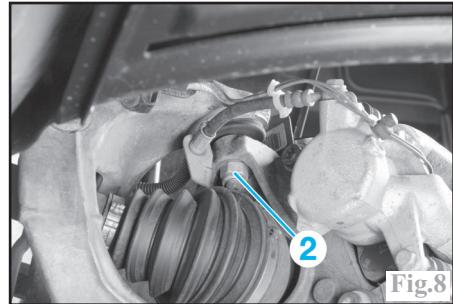

Fig.8
Déposer l'écrou (2) (Fig.8) de rotule supérieure de pivot.